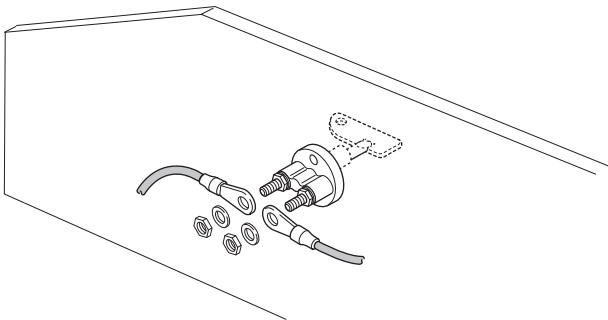
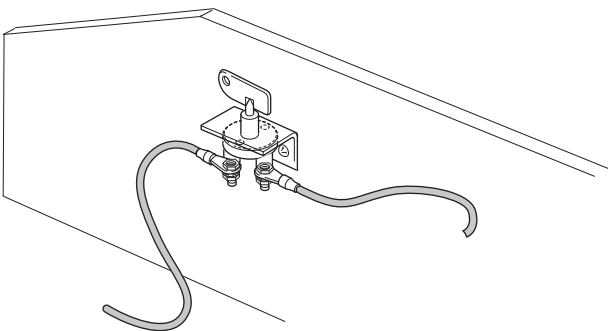

Fig. 46
Fig. 47
- ▶ Choisir une possibilité de fixation appropriée pour le coupe-circuit (voir les exemples de montage Fig. 46, Fig. 47).